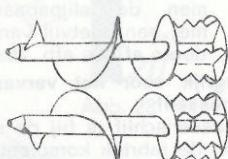

Abb. 34
7. Richtige Schneckenmontage nach Abb. 34.
7. Ensure that the augers are replaced properly (Fig. 34)
7. Pour monter correctement les vis transportées, voir fig. 34.
7. L'esatto montaggio delle ruote a vite senza fine è descritto nella fig. 34.
7. Voor de juiste montage van de schoepenwalsen, zie afb. 34.